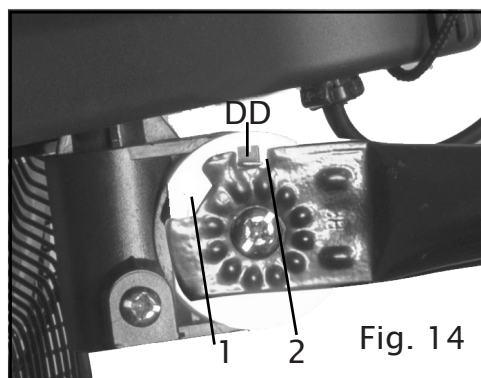
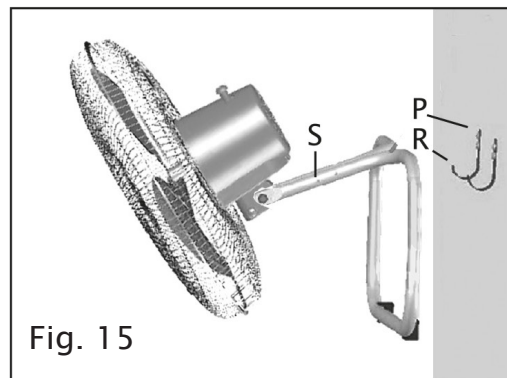

Fig. 14
Fig. 15
Assicurarsi che la linguetta (DD) del corpo motore (E) sia alloggiata nella sede (2) della base (S) come da fig.14, per un flusso d'aria meno diretto verso il basso. Fig.15.